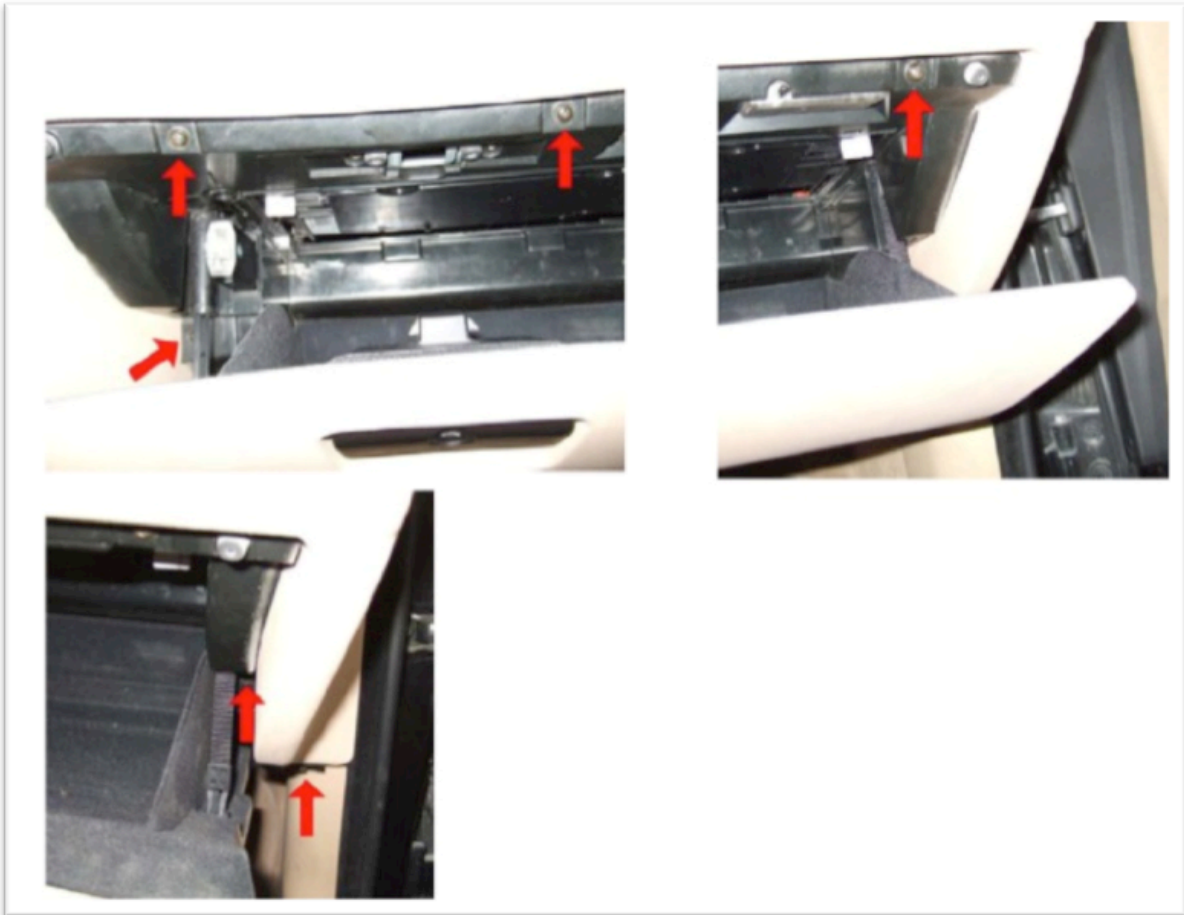

Abbildung 1: Schrauben am Handschuhfach
- 6 Schrauben am Handschuhfach entfernen (Abb.1)